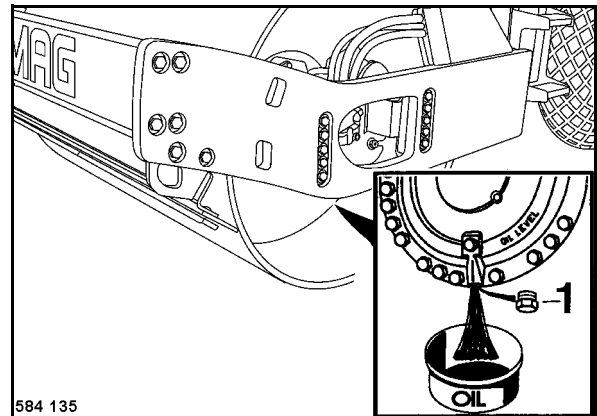

Fig. 159
- Estacionar el rodillo de forma que el tapón de descarga 1 (Fig. 159) se encuentra en el punto más abajo.